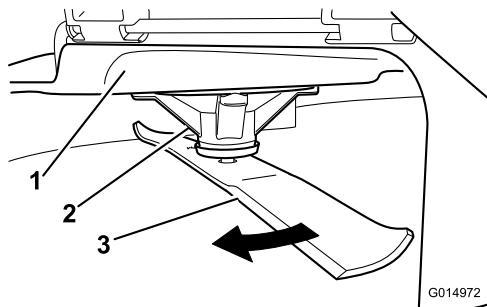

Figura 92
2. Llevando guantes fuertemente acolchados u otro tipo de protección apropiada para las manos, gire la cuchilla lentamente hasta una posición que permita medir la distancia entre el filo de corte y la superficie nivelada en la que descansa la máquina (**Figura 92**).